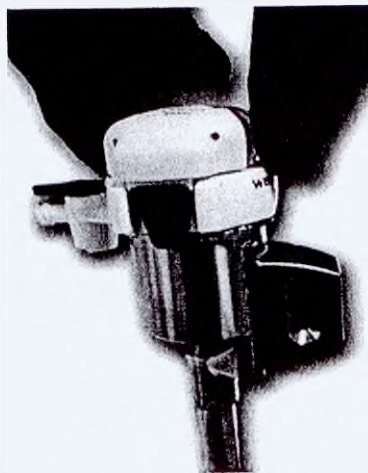

Рисунок 3 - Пример канюли, уплотнения и obturатора в сборе
3. Полностью вставьте обтуратор в канюлю с уплотнением в сборе до его фиксации (см. Рисунок 3).